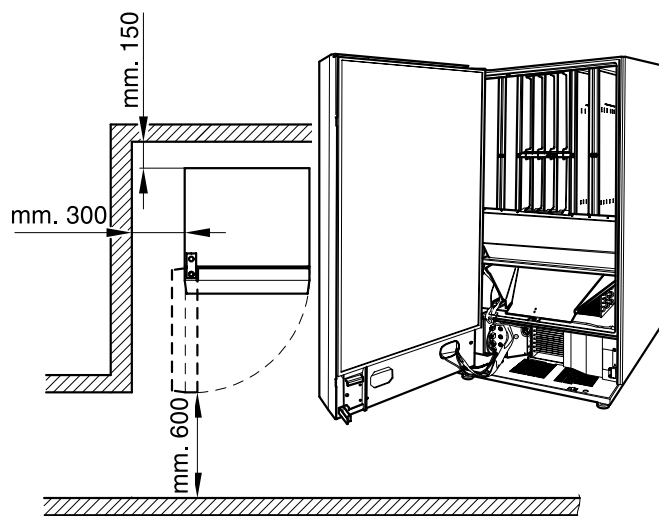

FIG.6.1
Durante l'installazione assicurarsi che la macchina sia ubicata in corrispondenza di una parete divisoria verticale o di un muro a una distanza di 150 mm dal retro dell'armadietto e a un minimo di 300 mm da ciascun lato (Fig. 6.1).
- Se posizionato vicino ad una parete, lo schienale deve avere una distanza minima di 150 mm dalla stessa (Fig.6.1), per permettere la regolare ventilazione dell'unità refrigerante. In nessun caso coprire il distributore con panni o similari.
Se l'installazione avviene in corridoi di evacuazione di sicurezza assicurarsi che con il distributore a porta aperta rimanga comunque spazio sufficiente al passaggio (Fig.6.1).